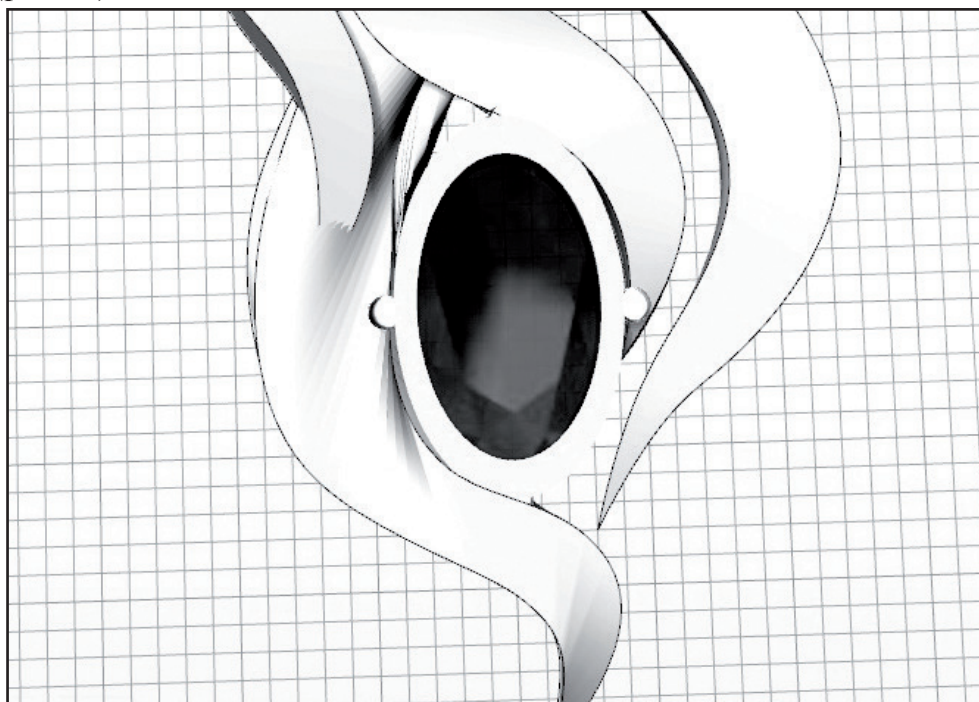

Рис. 89. Добавление оправы камню
7. Затем из библиотеки Rhinogold добавляем камням оправу (рис. 89).